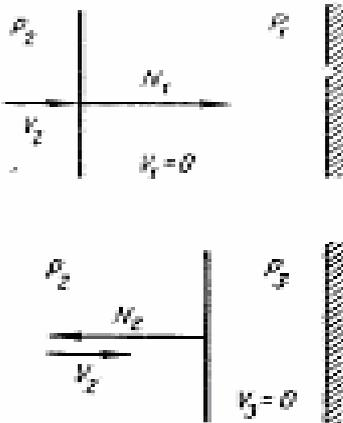

Рис. 17
83. Плоская ударная волна падает по нормали на твердую стенку (рис.17). Между стенкой и волной неподвижный воздух имеет температуру $T_1 = 288^\circ \text{ K}$; давление $p_1 = 1 \text{ атм}$. За волной, в спутном потоке давление $p_2 = 10 \text{ атм}$. Найти N_1 - скорость движения падающей волны по отношению к стенке и давление на стенке после отражения волны.
84. На основании формулы Измайлова-Крюссера (см. решение предыдущей задачи) оценить величину избыточного давления за отраженной от стенки плоской волной (рис.17), по сравнению с избыточным давлением за падающей волной.